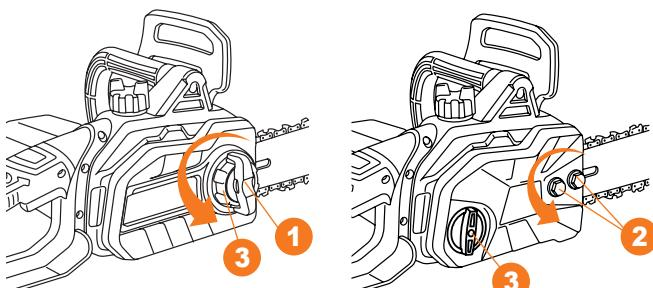

Рис. 3
- Снимите боковую крышку открутив ручку **1** DACS 1950E или болты **2** DACS 1900E фиксации против часовой стрелки (Рис. 3).